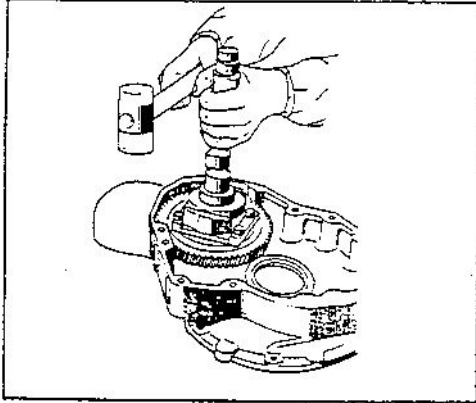

Fig. D28 – Mando de válvula
4. Coloque el mando, fijándose en la figura D28.